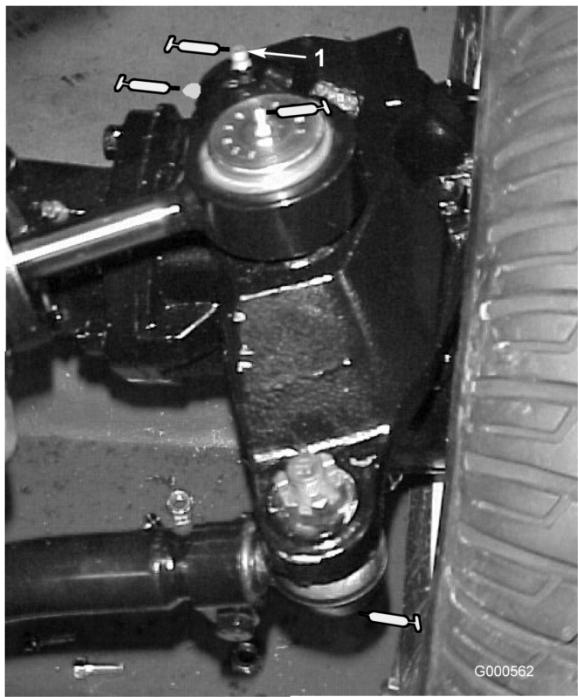

Figura 26
- Giunti sferici (2) del cilindro di sterzo (Figura 26)
- Giunti sferici (2) del tirante (Figura 26)
- Boccole (2) del perno del fuso a snodo (Figura 26). **Il raccordo superiore sul perno del fuso a snodo richiede soltanto una lubrificazione annuale (2 pompage).**